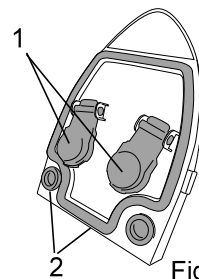
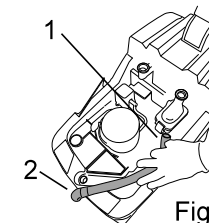

Fig.29
Fig.31
- Basculer le couvercle et vérifier que les flotteurs se déplacent librement (Fig. 29 - Rep. 1).
- Nettoyer les joints avec un chiffon humide (Fig. 29 - Rep. 2).
- Débrancher le tuyau de la soupape d'étranglement (Fig. 31 - Rep. 1) et du suceur avant (Fig.29 - Rep.2).